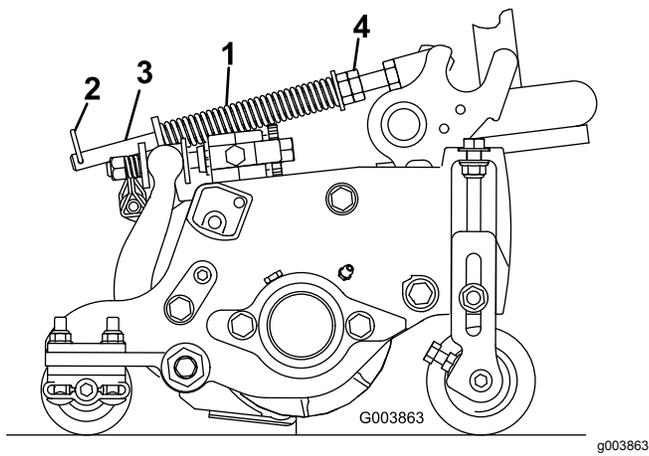

図 15
ターフ補正スプリング 図 15 は、前ローラから後ローラへと、カuttingユニットの体重移動を行います。これにより、マーセリングやポビングと呼ばれる「波打ったような」仕上がりを防いでいます。
1. スプリングロッドの後穴にヘアピンコッターを忘れずに取り付けてください 図 15。
2. スプリングロッド前部の六角ナットを締めて、スプリング圧縮状態の長さが15.9 cm になるようにする 図 15。